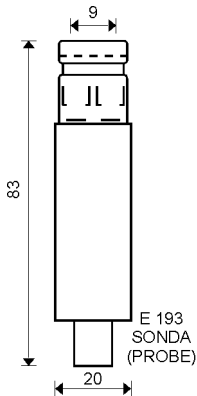

Fig.3
**E 193** - (fig. 3) Sonda usata frequentemente con questo dispositivo.
**E 193** - (fig.3) is the most common probe used with this device.